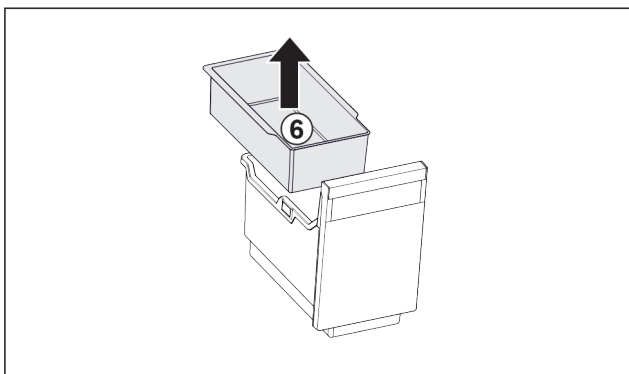

Fig. 124
- ▶ Saque *Fig. 124 (6)* el recipiente.